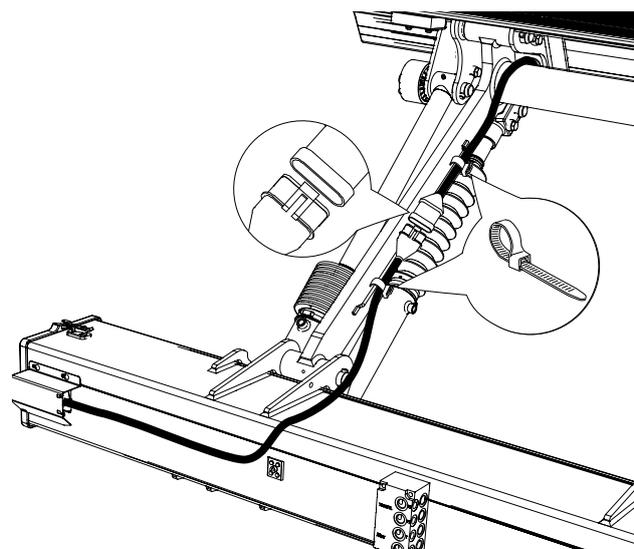

Abbildung 59. Montage der Verkabelung
2. Verlegen Sie dann das Kabel und befestigen Sie es mit Kabelbindern gemäß Abbildung 59.